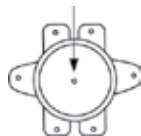

Рис. 7
- нажать до щелчка кнопку, расположенную по центру термовыключателя, который находится рядом с ТЭНОМ (имеет круглую форму), рис. 7;